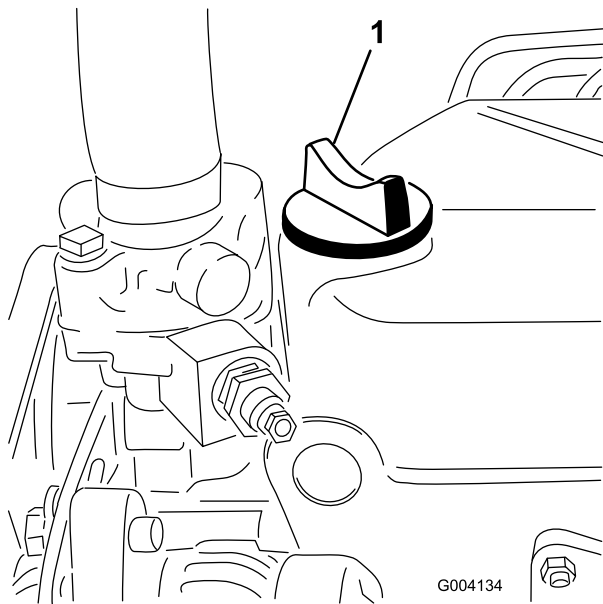

Figura 29
5. Se o nível de óleo se encontrar abaixo da marca "Full" (cheio) da vareta, retire o tampão de enchimento (Figura 29) e adicione óleo até que o nível atinja a marca "Full" (cheio).